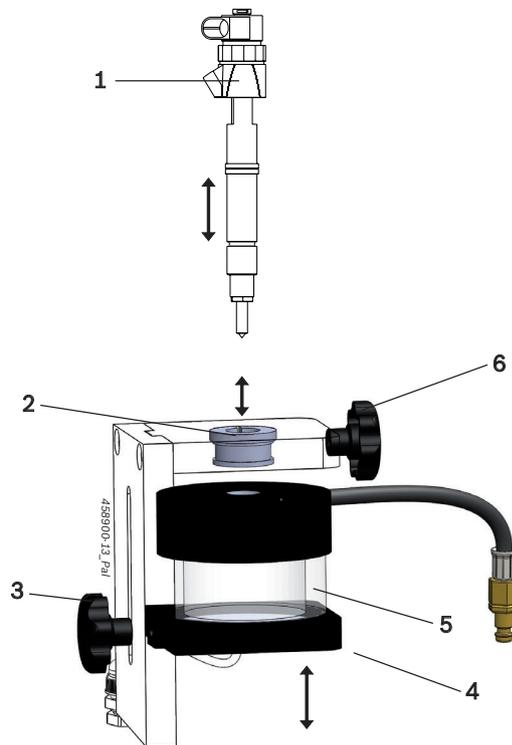

Рис. 5: Разъем камеры впрыска на основе CRI
Форсунку впрыска CRI/CRIN или CRI Piezo (Рис. 5, поз. 1) необходимо поместить в камеру впрыска и зафиксировать с помощью винтового зажима.
1. Ослабить зажимный винт для вертикальной регулировки (Рис. 5, поз. 3).
2. Сдвинуть камеру впрыска (Рис. 5, поз. 5) на максимально возможное расстояние вниз.
II В зависимости от диаметра стяжной гайки инжектора-форсунки (17 мм / 19 мм / 21 мм) или испытуемого адаптера CRIN может потребоваться замена или удаление зажимной втулки (Рис. 5, поз. 2) в стяжном кронштейне инжектора.
- Установить соответствующую зажимную втулку (Рис. 5, поз. 4) в стяжной кронштейн инжектора.
- При необходимости отрегулировать камеру впрыска по высоте и закрепить зажимным винтом (Рис. 5, поз. 3).
- Прочно затянуть CRI/CRIN или CRI Piezo зажимным винтом (Рис. 5, поз. 1).